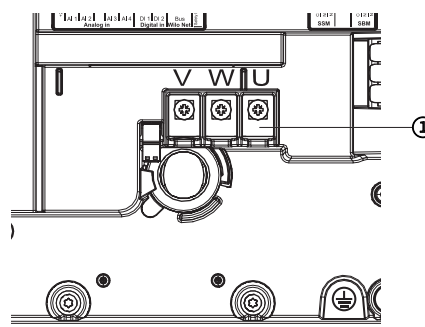

Fig. 114: Připojovací svorky motoru V, W, U
5. Uvolněte připojovací kabel motoru (Fig. 114).